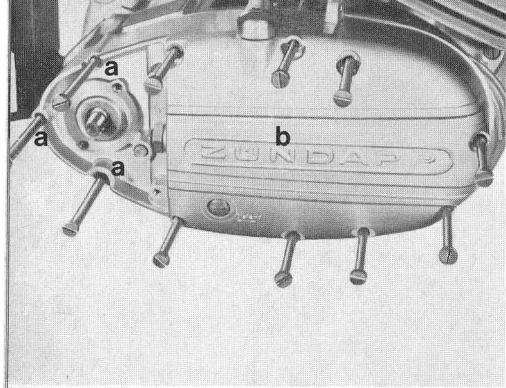

Bild 9
- b) 8 Schrauben M 6 x 154 (Bild 9).